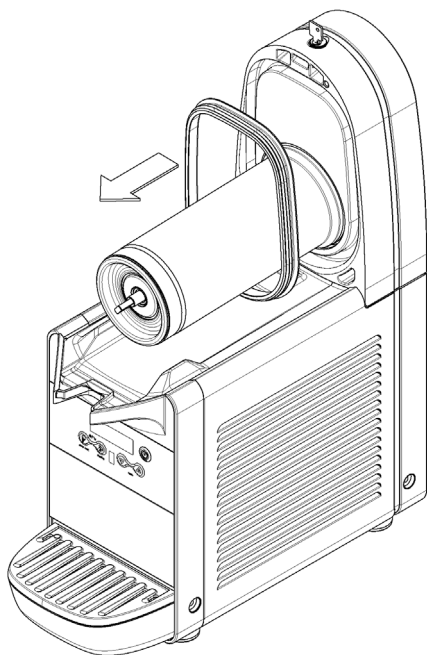

figura 10
**4** Togliere la guarnizione dalla apposita sede (vedere figura 10).